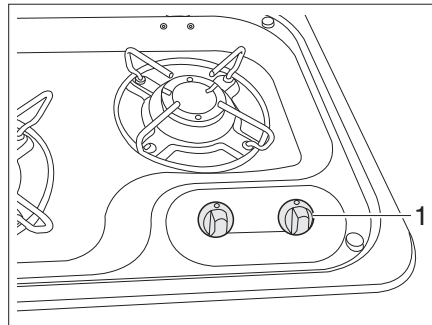

Bild 87 Bedienelemente für Gaskocher
- Drehregler (Bild 87,1) der gewünschten Brennstelle auf Zündposition (große Flamme) drehen.
- Drehregler (Bild 87,1) auf 0-Stellung drehen. Die Flamme erlischt.